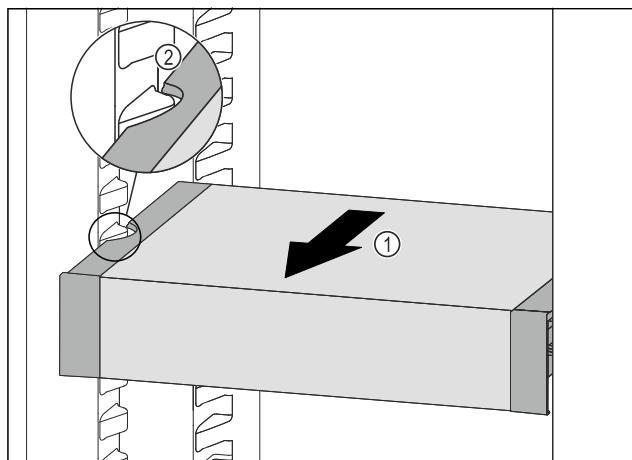

Fig. 92
- Вытягивайте VarioSafe вперед *Fig. 92 (1)*, пока боковые выемки VarioSafe не окажутся на высоте выступа резервуара в холодильном отделении. *Fig. 92 (2)*